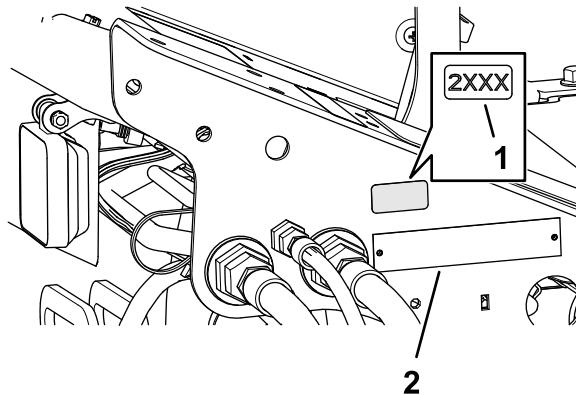

Figure 38
1. Avec de l'alcool à friction et un chiffon propre, nettoyez le support de plancher près de la plaque du numéro de série et laisser sécher le support (Figure 38).